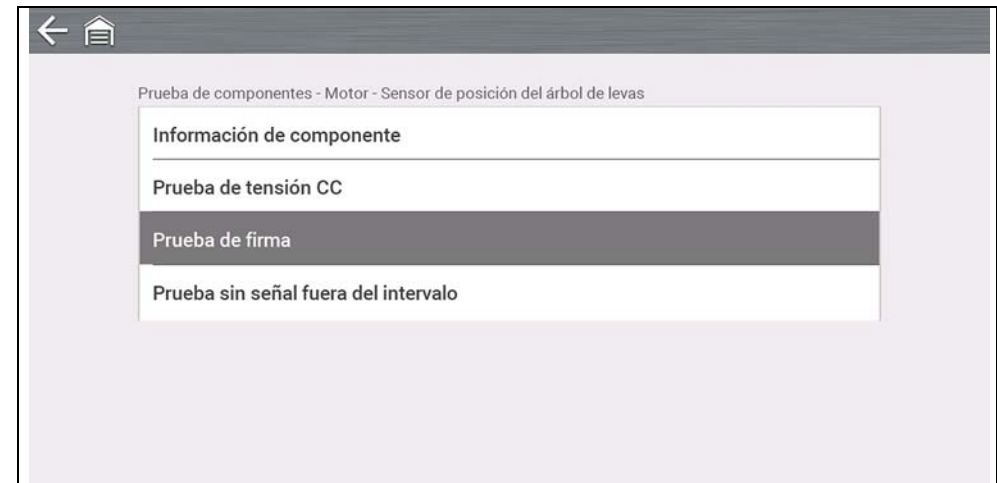

Figura 7-7
2. Seleccione una **Prueba** del menú Prueba de componentes (*Figura 7-7*).